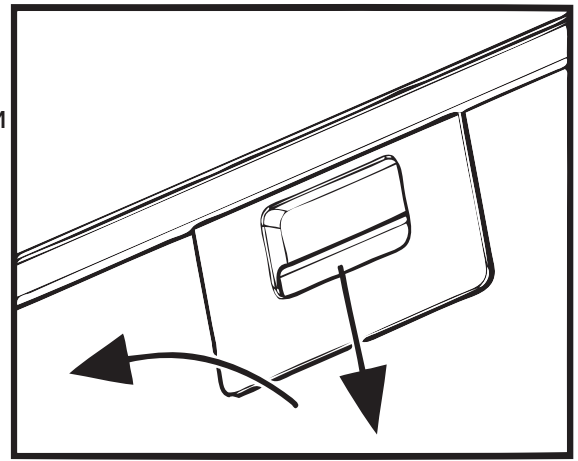

Рис.7
8.7 Для зняття алюмінієвого фільтра (**рис.7**) слід натиснути на пружинну засувку і, потягнувши на себе і вниз, зняти фільтр з панелі. Установку фільтра виконати в зворотному порядку.